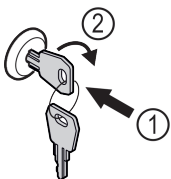

Fig. 191 Примерное изображение
- ▶ Вставьте ключ Fig. 191 (1).
- ▶ Поверните ключ на 90° по часовой стрелке Fig. 191 (2).